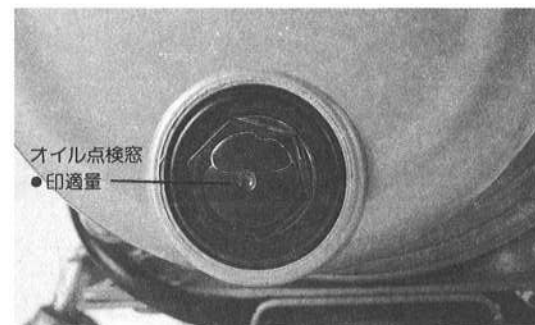

図5
- クランクケースにオイルは注入してありますが、ご使用前に点検して下さい。オイル点検窓のセンターの●印が適量です。オイルは市販のコンプレッサーオイルをご使用下さい。(図5参照)